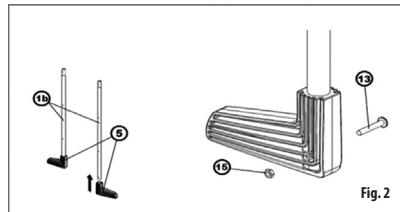

Fig. 2
Tryck fast stödbågar (5) mot rätt ändskydd (utifrån hälen) på bakre stödben (1b). Skruva ihop fastena med de medföljande skruvar (13) och muttrar (15). (Fig. 2)